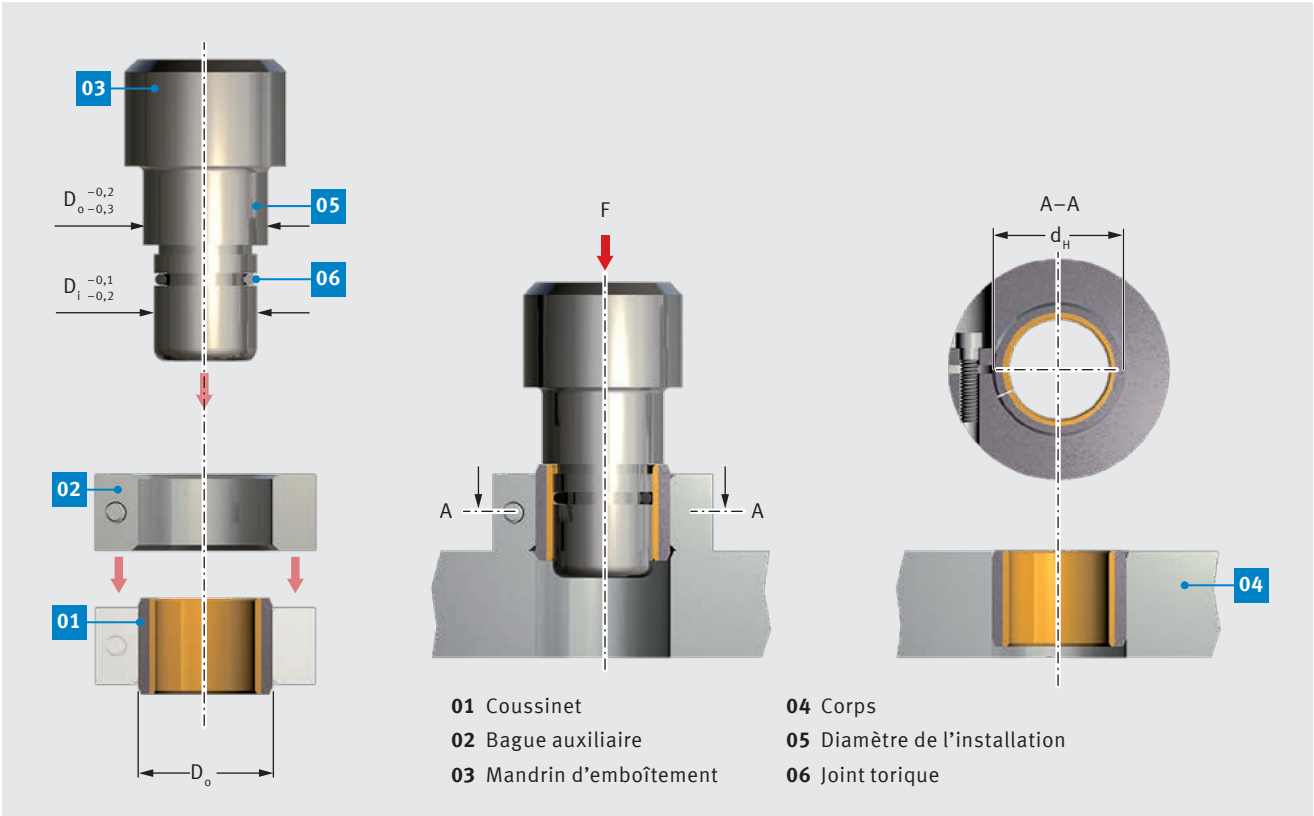

Fig. 54 : Emboîtement de coussinets, $D_o \geq 55$ mm, avec bague auxiliaire
- emboîtement avec mandrin et bague auxiliaire, Fig. 54